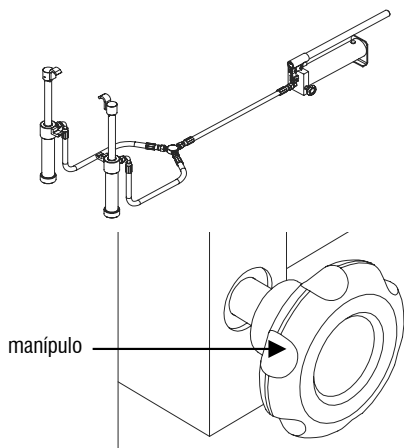

Fig. 6 – Instruções de uso
- g. Para descomprimir a mola, abra o manípulo lentamente (Fig. 6).